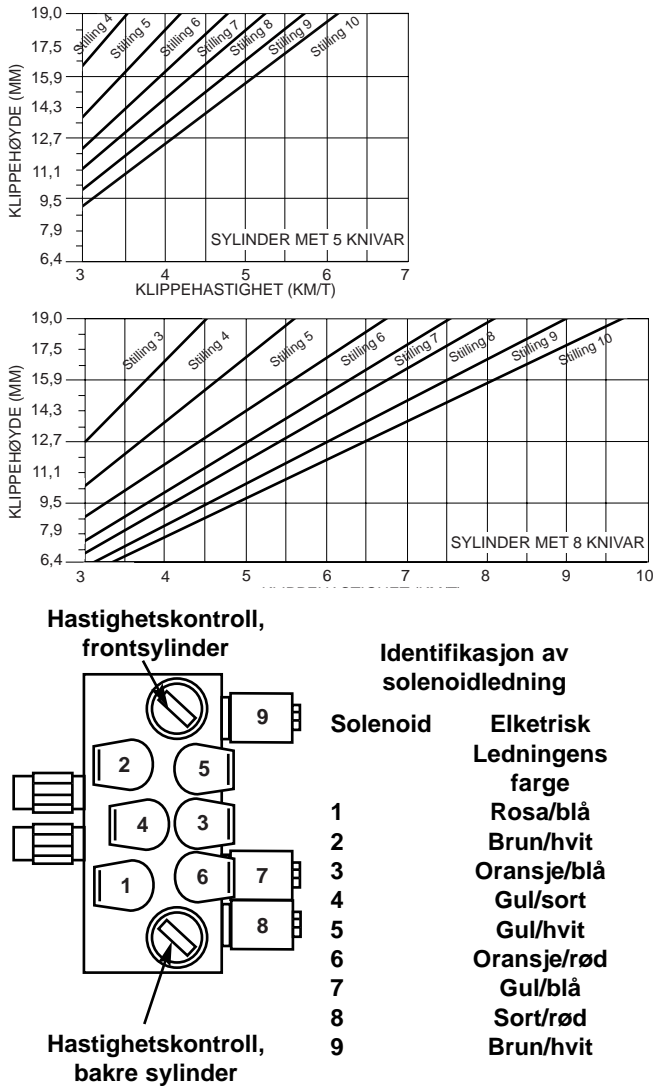

Fig. 19
3. Se tabellen (fig. 19, neste side) for klippere med 5 eller 8 kniver, og finn riktig sylinderhastighet.